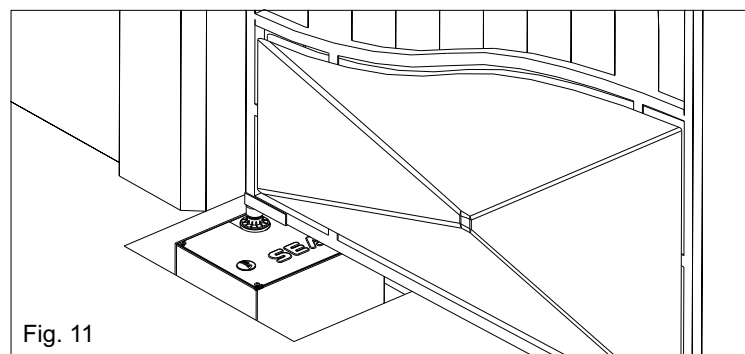

Fig. 11
3.7. Apoyar las hojas de la cancela sobre el perfil U (Fig. 11) y conectarlas a los goznes en la parte superior.